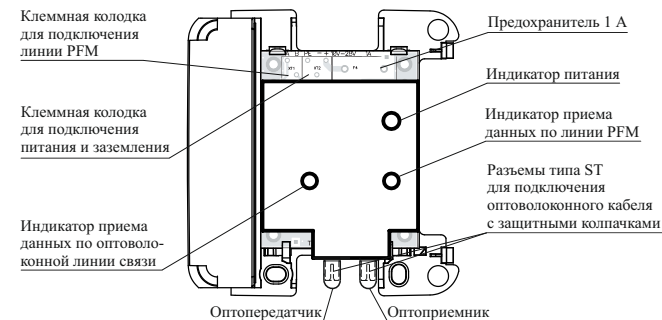

Рисунок 2
5.3 В основании имеются вырезы для подвода проводов к клеммным колодкам, расположенным на плате. Внутри корпуса на основании расположена плата с электронными компонентами, закрытая экраном (рисунок 2), служащим защитой от электромагнитных помех.